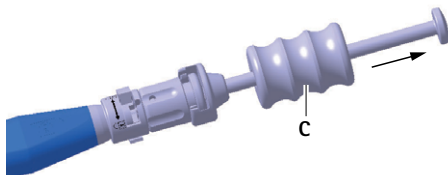

Fig. 6 Retirar o implante de ensaio/implante com o martelo de impacto
- Retirar o implante de ensaio **D** com o martelo de impacto **C** cuidadosamente do espaço do disco intervertebral, ver Fig. 6.
- ▶ Retirar o implante **a** com o martelo de impacto **C** cuidadosamente do espaço do disco intervertebral, ver Fig. 6.